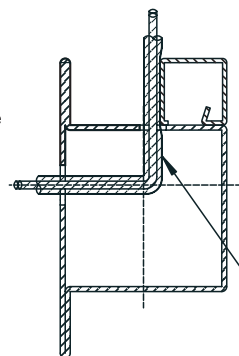

FIG. 11
9. for the mortise version, lead the red/black electric ripcord through the door and the cable outlet plates (if any); install the special ½ inch connector terminator, by installing it in the special hole on the hinge side plate up to the input system connector block. For the rim version, **place the ripcord in the specially provided protective sheath as shown in figure 11 here below**;
9. dans le cas de la version à enfiler, positionner le ruban bipolaire rouge/noir à travers la porte et les plaquettes passe-fil (si besoin) ; monter le point de terminaison avec le coupleur d'½ pouce correspondant, le fixer dans l'orifice correspondant sur la plaque côté charnières jusqu'au carter de dérivation du système d'alimentation. Dans le cas de version à appliquer, **insérer la plaquette dans la gaine de protection correspondante** selon les indications de la **figure 11** ;
9. En caso de versión embutida, haga pasar el cable plano bipolar rojo/negro a través de la puerta y las placas pasacables (si están presentes); coloque el terminal correspondiente con conexión de ½ pulgada, fijándolo en el correspondiente orificio de la placa, en el lado de las bisagras, hasta el cofre de derivación de la instalación de alimentación. En caso de versión aplicada, **introduzca el cable plano en la funda de protección correspondiente**, según lo indicado a continuación, en la **Fig. 11**;
9. Bei der Einsteckausführung das rotschwarze zweipolige Bandkabel durch die Tür und die Kabeldurchführungsplatten (wo gegeben) unterbringen. Den entsprechenden Terminator mit ½-Zoll-Anschluss montieren, indem man ihn in der eigens vorgesehenen Bohrung auf der bandseitigen Platte bis zur Abzweigdose der Einspeisung befestigt. Bei der Aufsetzausführung **das Bandkabel in die eigens hierfür vorgesehene Schutzhülse einführen**, siehe **Abbildung 11**;